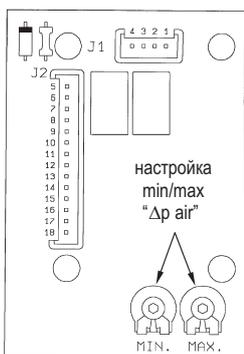

Рис. 3
- 2) Используя триммер "MAX" на электронной плате вентилятора (рис. 3) настройте максимальный перепад давления в соответствии с таблицей:
- 4) Используя триммер "MIN" на электронной плате вентилятора (рис. 3) настройте минимальный перепад давления в соответствии с таблицей:
– **Отсутствие розжига** (рис. 3).